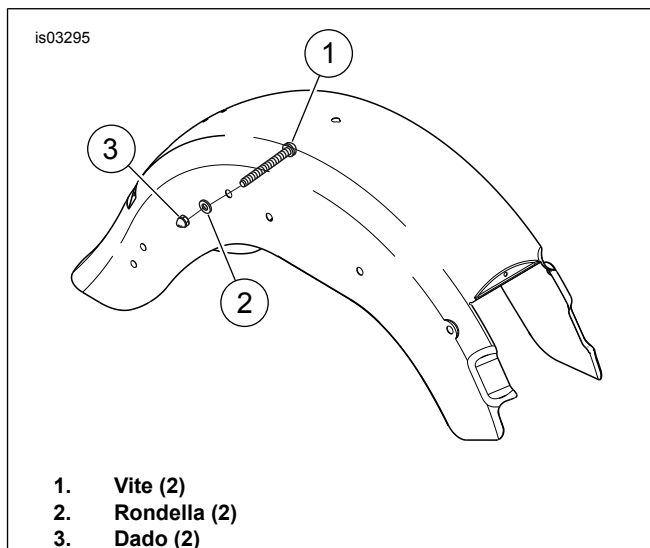

Figura 2. Installazione della bulloneria (modelli FLST)
3. Vedere Figura 2. Installare la borsa portapacchi utilizzando viti (dal kit pneumatico largo) (1), rondella (2) e dado (3). Le viti vengono inserite dalla parte interna a quella esterna del parafango.